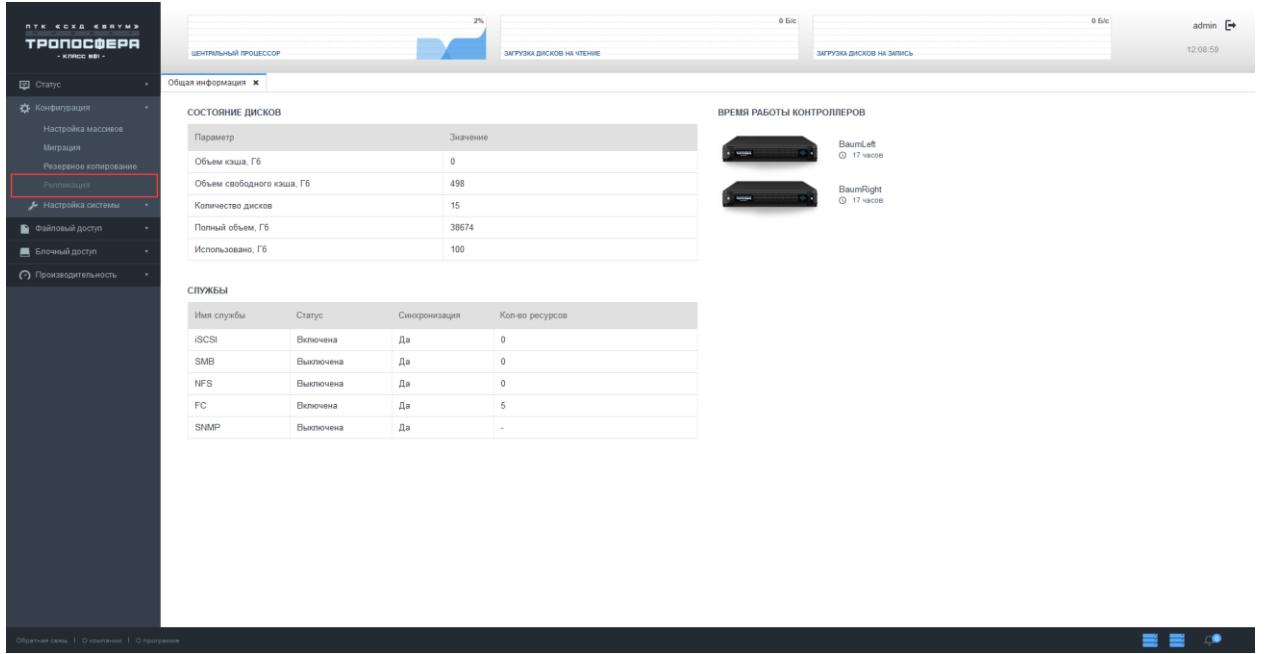

Рисунок 58 - Репликация
- 1) Перейти на вкладку «Конфигурация» → «Репликация» (см. Рисунок 58).